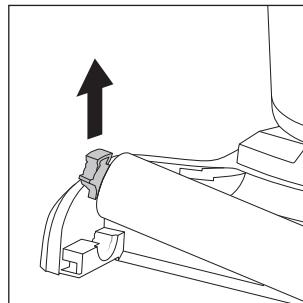

Fig. 34
- ◆ Prindeți suportul din stânga rolei perie **6** și trageți-l în sus pentru a îndepărta rolă perie din bază **3** (a se vedea fig. 34).